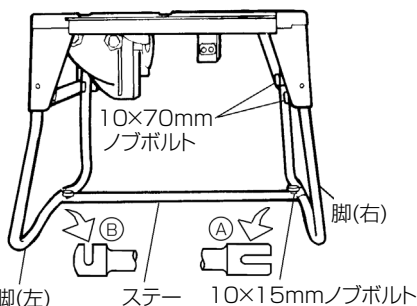

図 14
- 脚の固定（図 12 参照）、およびステー（図 14 参照）は、10×70 mm、10×15 mm ノブボルトで確実に締付けてください。締付けが不十分ですと、本体がぐらつき転倒するおそれがあり、けがの原因となります。
- (4) 図13のように本体を持ち上げ、脚(右)を脚取付板に突当るまで開き(図14参照)ます。開いた後、脚(右)が地面に接するよう静かに本体をおろします。
開いた脚(右)は(3)項と同じ要領で脚取付板に10×70mm ノブボルト(図12、図14参照)で固定します。
- (5) 最初に10×15mm ノブボルト(2個)を脚(左)、(右)に仮締めします。
ステーは先に①、つぎに②の順で仮締めした10×15mm ノブボルトへさし込みます。(図14)